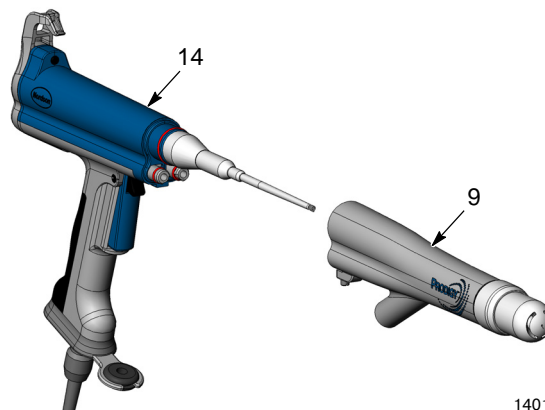

Рис. 3 Снятие переходника
3. См. рис. 3. Снять переходник с корпуса распылителя (14) прямо.
5. См. рис. 3 и 2. Смонтировать переходник на корпусе распылителя. Затянуть установочный винт.